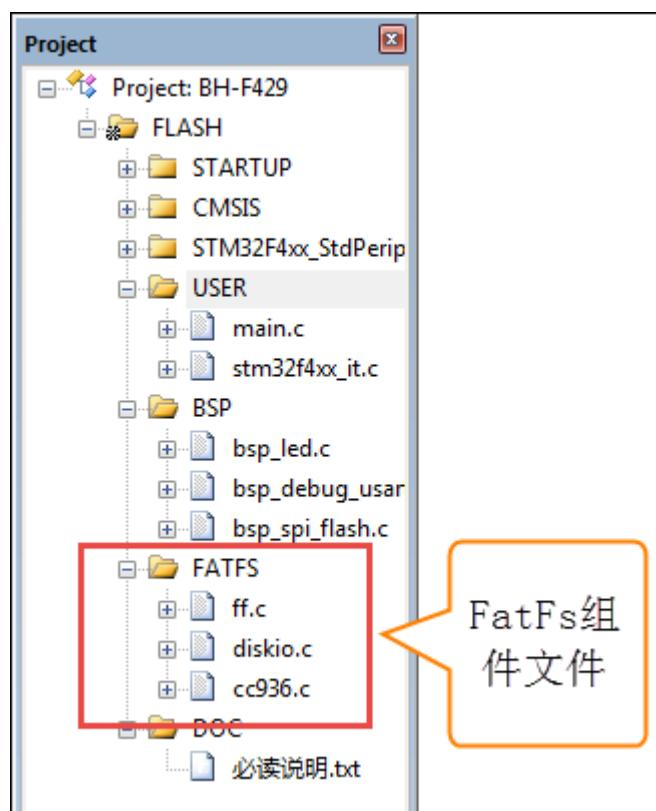

图 25-6 添加 FatFS 文件到工程
- 2) 使用 KEIL 软件打开工程文件(..\SPI—FatFs 文件系统\Project\RVMDK(uv5)\ BH-F429.uvprojx)，并将 FatFs 组件文件添加到工程中，需要添加有 ff.c、diskio.c 和 cc936.c 三个文件，见图 25-6。